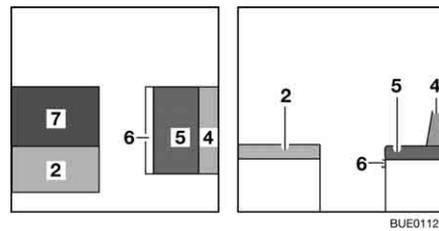

Fig. 121 Durante la transformación
- Colocar el cojín adicional (Fig. 121,7) en la mesa.